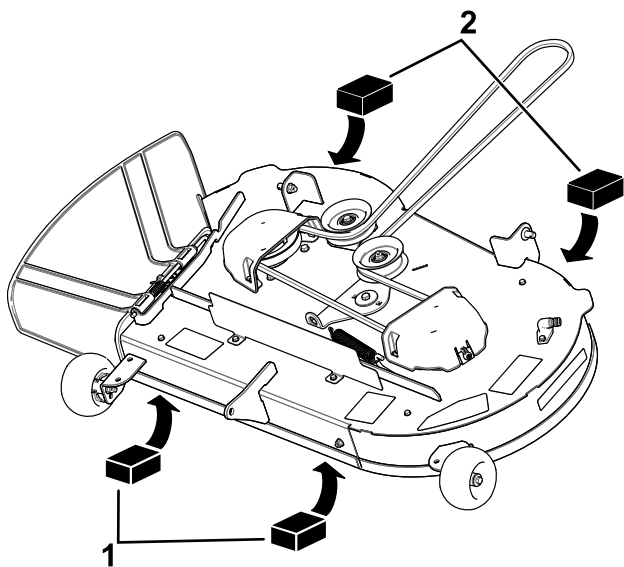
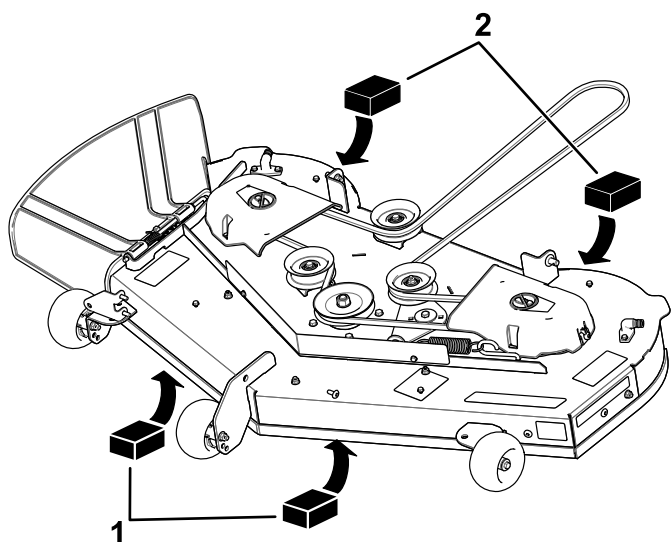

Figure 71
Figure 72
4. Placez 2 cales de 6,6 cm d'épaisseur chacune sous chaque côté du bord avant du plateau de coupe, mais pas sous les supports des galets anti-scalp (Figure 71 ou Figure 72).
5. Placez 2 cales de 7,3 cm d'épaisseur chacune sous le bord arrière de la jupe du plateau de coupe, une de chaque côté (Figure 71 ou Figure 72).